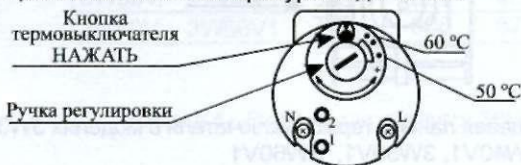

Рисунок 1 - Лицевая панель терморегулятора со встроенным термовыключателем без самовозврата для моделей 3W30V, 3W40V, 3W50V, 3W60V.
- в ЭВН моделей **3W30V, 3W40V, 3W50V, 3W60V** отключить ЭВН от электросети, снять защитную пластмассовую крышку и повернуть ручку регулировки (поворотом против часовой стрелки температуру увеличивают, по часовой стрелке - уменьшают, см. рисунок 1);